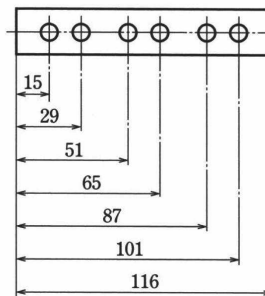

図 1 並列寸法記入法の例
- ② 基準となる部分からの個々の部分の寸法を、寸法線を平行にならべて記入する方法を直列寸法記入法という。(並列) [図 1]